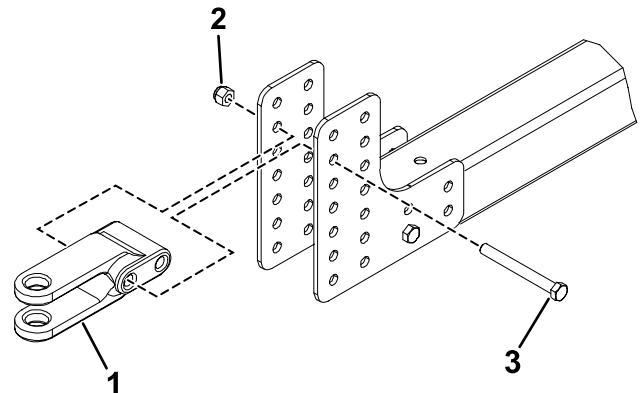

Figure 4
7. Montez la chape de la remorque sur les plaques de timon à l'aide de 2 boulons et 2 contre-écrous (Figure 4).